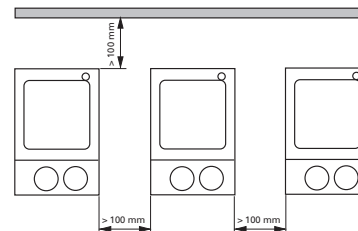

Fig. 3
- Tenga en cuenta las distancias mínimas entre aparatos y entre el aparato y la pared que se encuentra encima de la estructura (mín. 800 mm), consulte fig. 3.